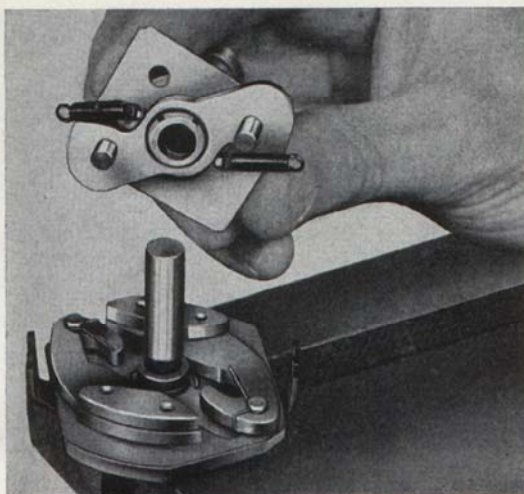

Bild 76. Montering av brytarkamaxel
2. Montera brytarkamaxeln samt sätt på fjäderna, se bild 76.